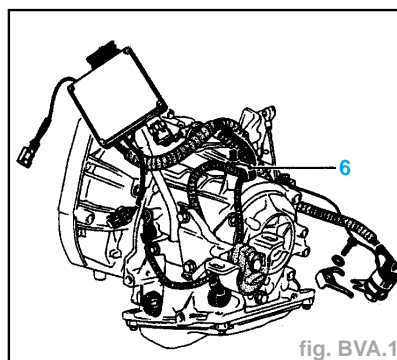

fig. BVA.1
- la tresse de masse et le support faisceau (6) (fig. BVA. 1),